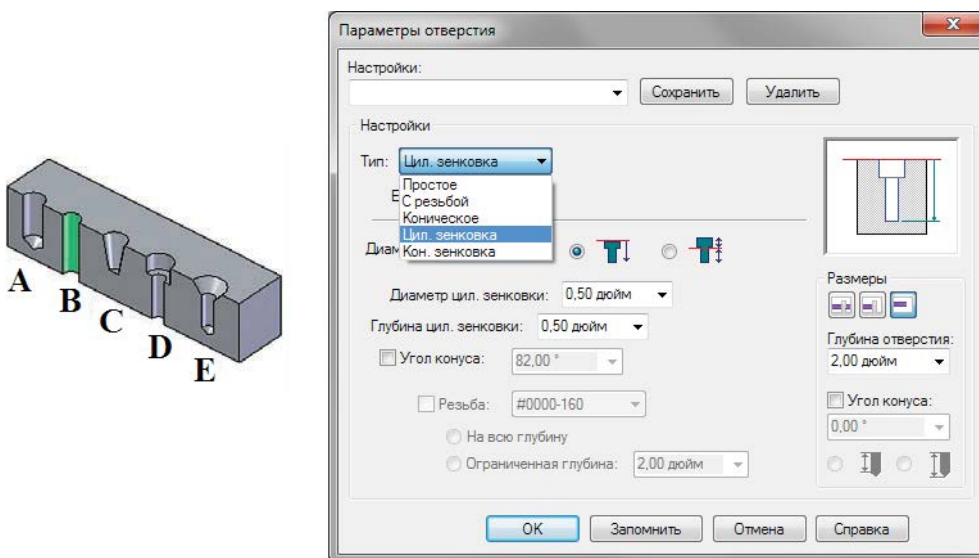

Рис. 2.4.7. Типы отверстий и окно Параметры отверстия
Можно построить следующие типы отверстий (рис. 2.4.7): простое (A), с резьбой (B), коническое (C), с цилиндрической зенковкой (D), с конической зенковкой (E). В рамках одной операции можно построить группу отверстий только одного типа. Каждому выбранному типу отверстия соответствует свой набор параметров, которые задаются в окне **Параметры отверстия**. Вызов окна осуществляется при нажатии кнопки **Параметры отверстия** в меню команды.